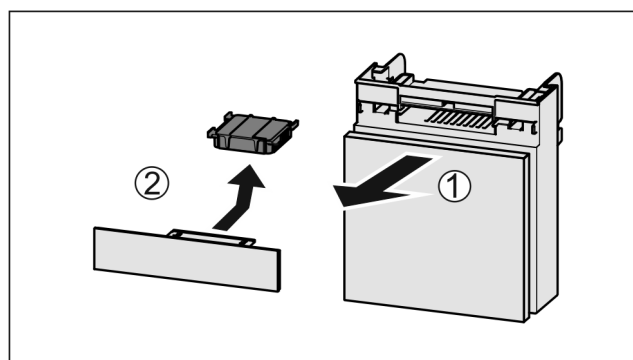

Fig. 225
- Издърпайте Fig. 225 (1) напред от отделениято.
- Извадете Fig. 225 (2) филтъра с активен въглен.